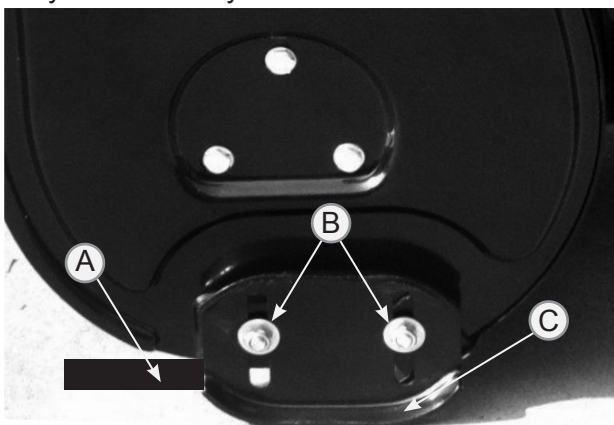

Рис.6
1. Поместите колодку нужной высоты (равной желаемой высоте от земли) под кожух шнекового механизма (А) Рис.6
2. Ослабьте гайки крепления салазок (В), Рис. 6) и установите салазки (С) на необходимую высоту. Снова затяните гайки.